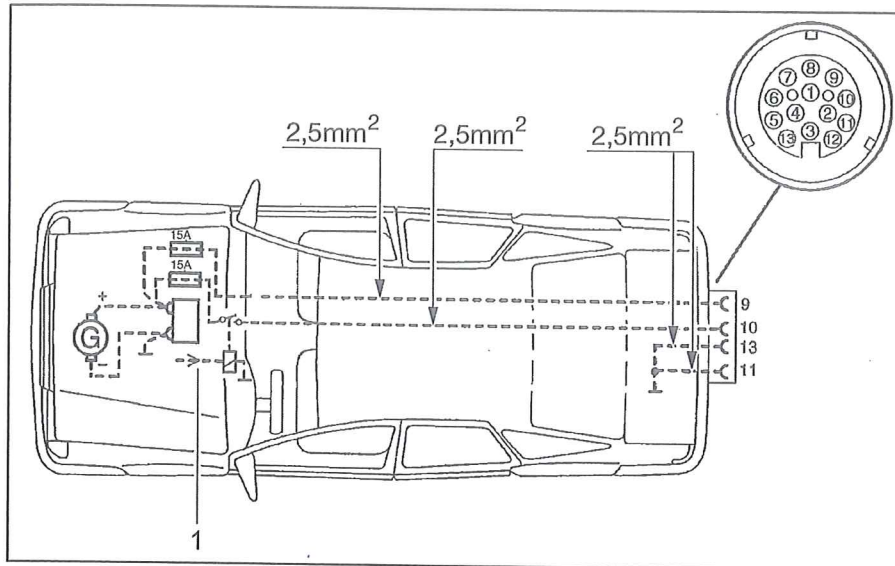

Bild 96 Dragfordonsinstallationsschema (självförsörjningspaket)
- ▷ Installera rätt kabelarea och ett relä för strömförsörjningen (styrtd av tändningslåset) i dragfordonet (se Bild 96).